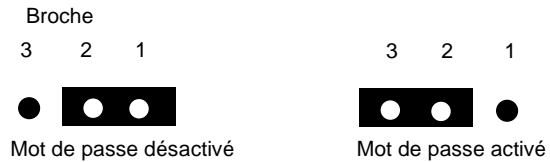

Figure 8-3 Choix de la position du cavalier de mot de passe
7. Pour désactiver le mot de passe, déplacez le cavalier des broches de gauche à celles de droite (voir Figure 8-3).